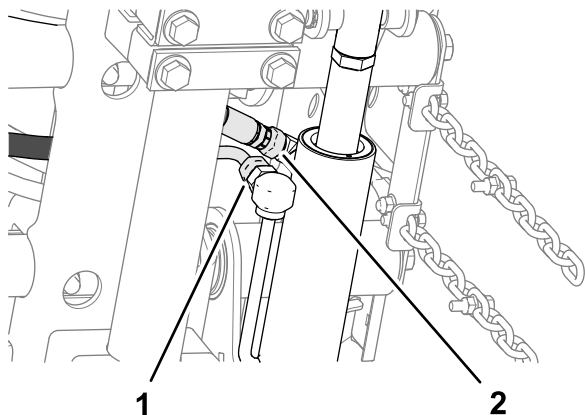

Figura 14
2. Alinee un espaciador entre la placa de tiro y la placa de montaje (Figura 14), y monte provisionalmente las placas y el espaciador con un perno de cuello cuadrado ( $\frac{3}{8}$ " x  $1\frac{1}{4}$ " ) y una contratuerca con arandela prensada ( $\frac{3}{8}$ " ).